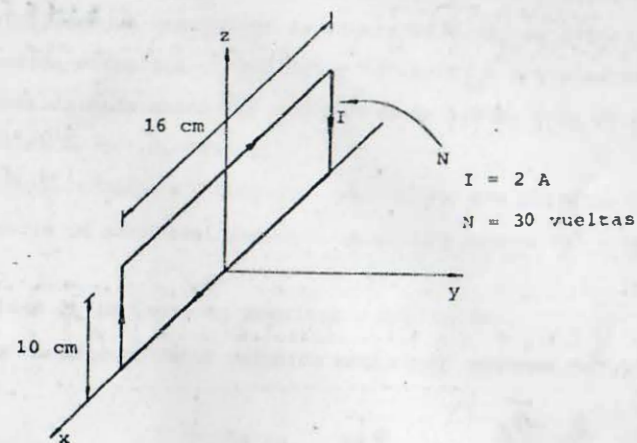

FIGURA P5.17
- 5.17 Suponga una bobina rígida de 30 vueltas coplanar al plano  $xy$ , como se indica en la figura P5.17. Si en la región existe un campo magnético  $\vec{B} = 0.3 \hat{x} + 0.4 \hat{y}\text{ T}$ , calcule: